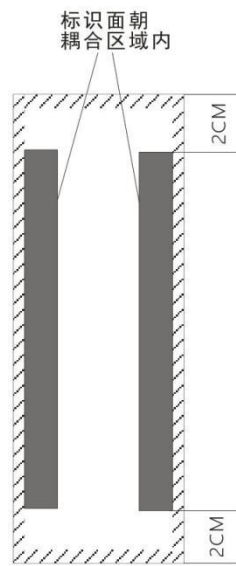

图 8.线圈耦合区域指示
- 4、线圈安装注意事项如图 8 所示，须注意耦合面，线圈气隙间及 3cm 范围内不能有金属及生物体进入。